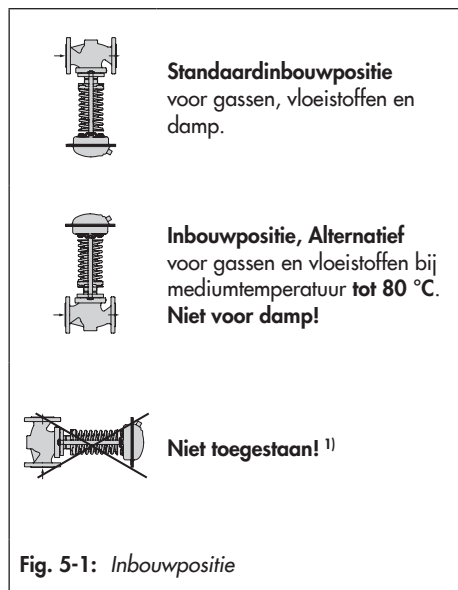

Fig. 5-1: Inbouwpositie
- De aandrijvingsbehuizing met instelwaardeveer naar onderen in verticaal lopende leidingen monteren, zie Fig. 5-1.